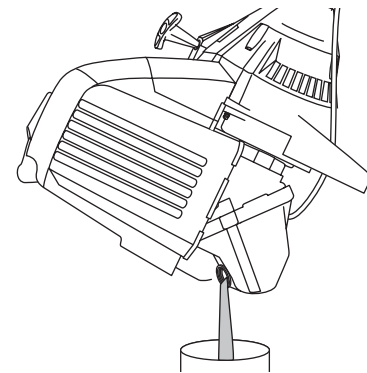

Figure 28
3. Versez l'huile de l'orifice de remplissage dans un récipient en inclinant l'appareil à la verticale (Fig. 28). Allouez assez de temps pour une vidange complète.